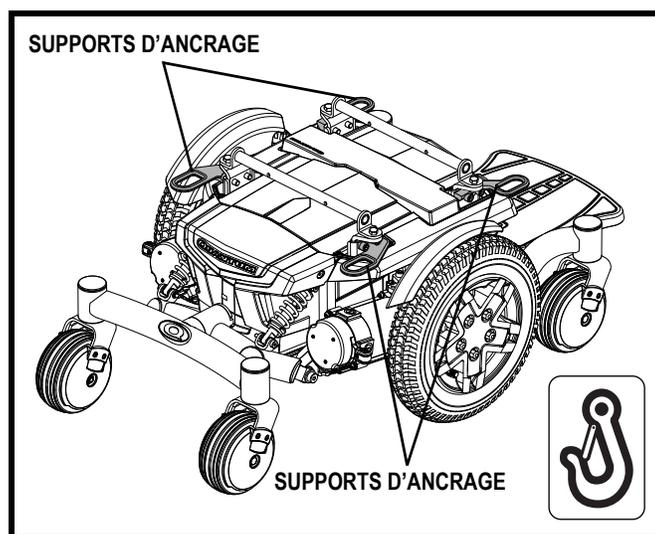

Figure 13. Support d'ancrage système transport
- Fixez les quatre (4) courroies aux points d'ancrage désignés et identifiés par le symbole d'ancre sur le fauteuil motorisé. **Voir la figure 13.** Serrez-bien les courroies pour retirer le jeu excessif.